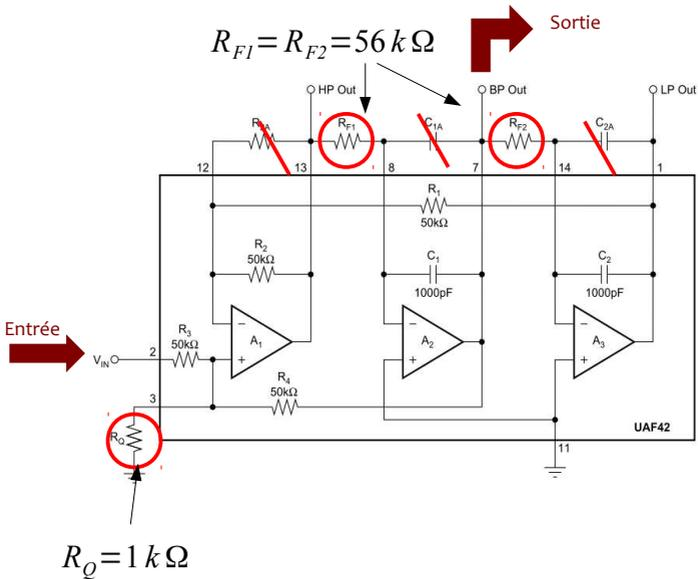

FIGURE 1.5 – Circuit UAF42. Câblage utilisé dans ce TP, tiré de l'*Application Bulletin*
Le schéma du circuit, issu de la documentation technique (*application bulletin*) est celui de la figure 1.5.
**Q8** Vérifier que les valeurs choisies pour les composants  $R_Q$  et  $R_F$  (figure 1.5) permettent de répondre au cahier des charges.